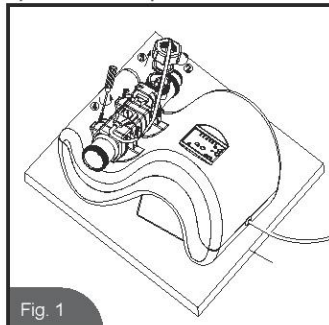

Fig. 1
1. Staccare il cavo di alimentazione della cella elettrolitica. Svitare il dado di sicurezza sul sensore di flusso e scollegare il relativo cavo di segnale. Svitare le quattro viti e rimuovere la cella elettrolitica. (Vedere Fig.1)